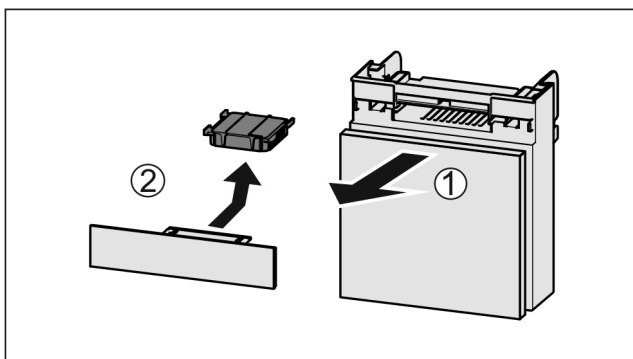

Fig. 26
- ▶ Вытянуть Fig. 26 (1) отделение движением вперед.
- ▶ Извлечение Fig. 26 (2) фильтра с активированным углем.